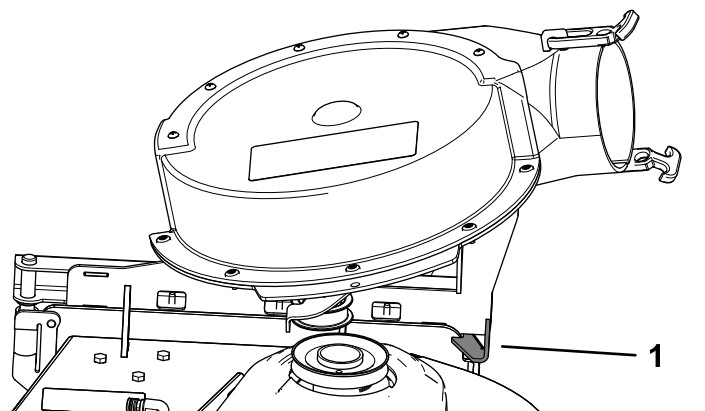

Figure 24
**Remarque:** Le ventilateur doit se verrouiller automatiquement en place, comme montré à la Figure 24.